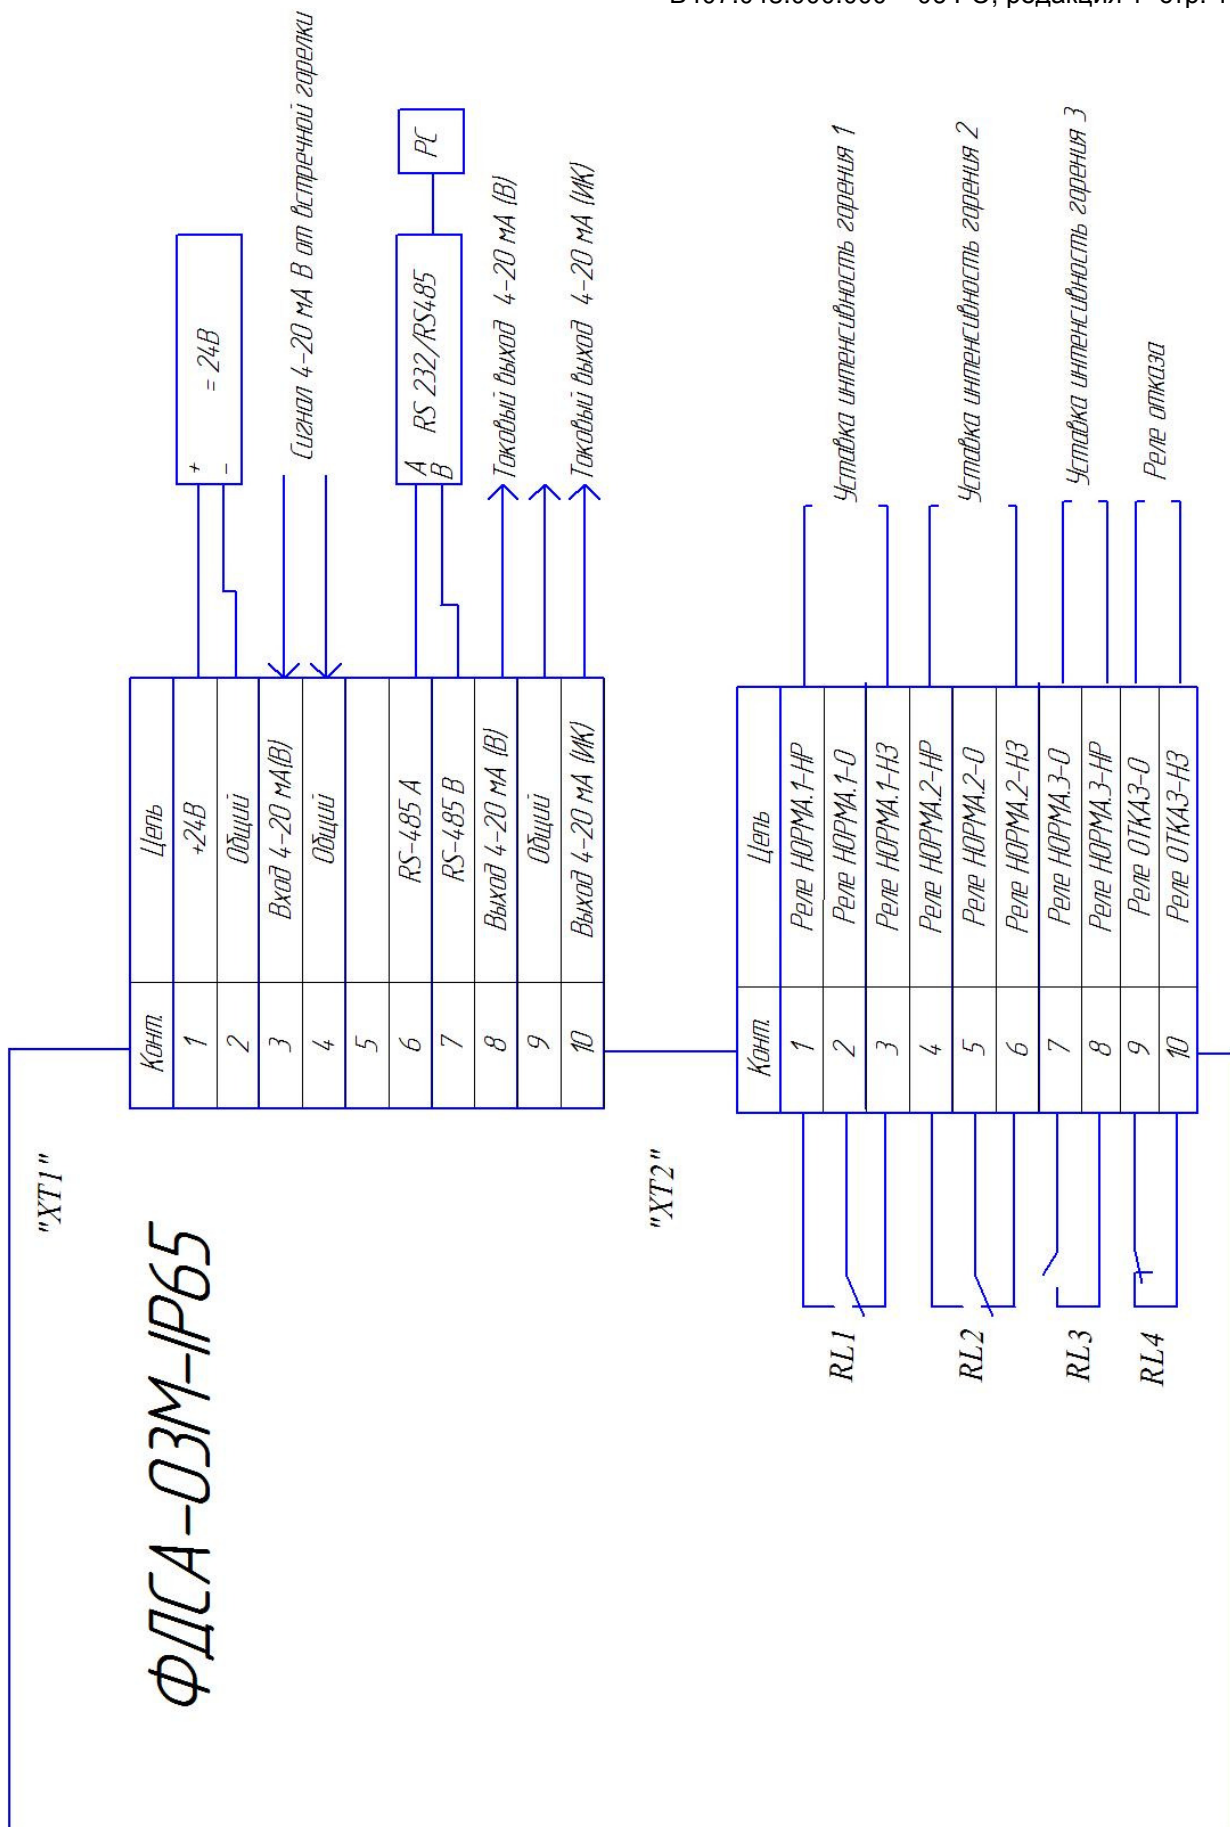

Рисунок 2.
9.1.3. Схема подключения устройства представлена на рис. 2.